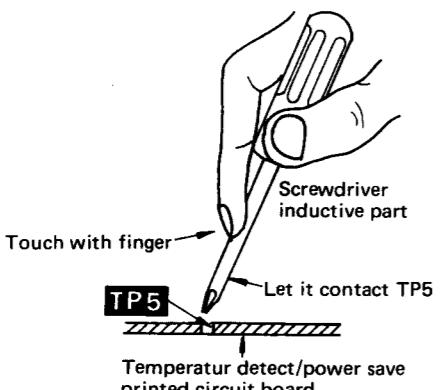

Fig. 20
- ① Connect DC voltage and 8Ω load to "main" speaker terminal.
- ② Apply 1 kHz 0.5V output to both Lch and Rch INPUT terminals.
- ③ Give induction hum (Fig. 20) to **TP5**, and then check the output voltage.
- ① Gleichspannung und 8Ω-Last an den "Main"-Lautsprecheranschluß anschließen.
- ② Ausgangsleistung von 1 kHz, 0,5 V an den Eingangsanschluß des linken und des rechten Kanals anlegen.
- ③ Induktionsbrummen (Abb. 20) an **TP5** anlegen und dann die Ausgangsspannung überprüfen.